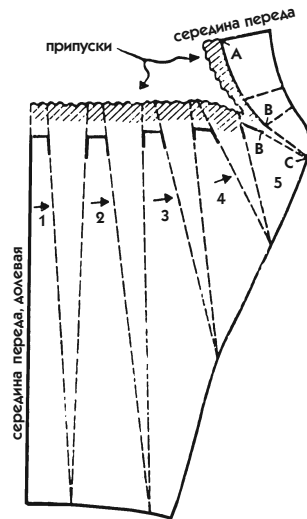

Рис. 624
- Раздвиньте части лекала, для этого кокетку надрежьте до точки С. Отодвиньте ее от детали 5 у засечки В, но не слишком далеко — всего лишь на 1—2 см (рис. 624).
6. Воспроизведите контуры деталей. Обозначьте направление складок, укажите их глубину, добавив припуски на швы (рис. 624).
7. **Низ юбки.** Из-за раздвигания частей лекала низ юбки принял форму дуги. Такой низ нельзя подогнуть и подшить, как обычно. Сделайте оттачку шириной 6—8 см, выкроив ее по лекалу низа юбки (рис. 624).